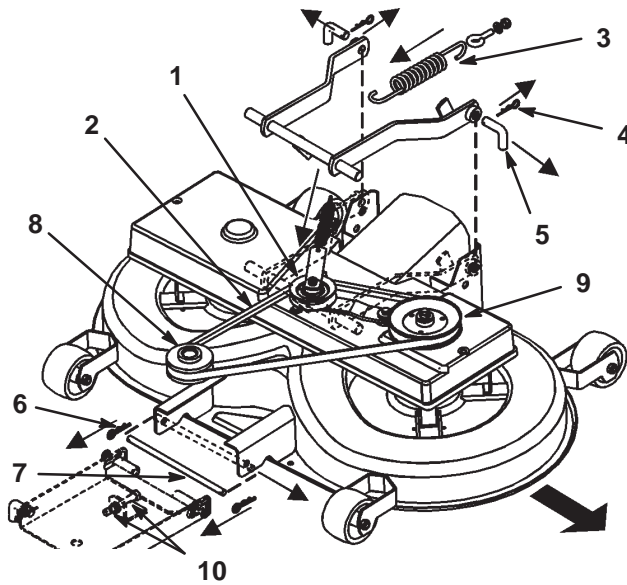

Figure 42
3. Tirez l'ensemble bras de tension vers l'intérieur et ôtez la courroie trapézoïdale de la poulie (Fig. 42).
4. Décrochez le ressort du levier d'engagement (Fig. 42).
6. Otez les goupilles fendues des deux goupilles arrière et déposez ces dernières (Fig. 42). Vous aurez peut-être besoin d'une pince pour enlever la deuxième goupille.
7. Otez la goupille fendue de la goupille avant et déposez cette dernière (Fig. 42).
8. Enlevez la courroie trapézoïdale de la poulie du moteur (Fig. 42).
2. Enlevez l'ensemble poulie à courroie trapézoïdale et bras de tension (Fig. 42).
2. Placez la goupille inférieure de la suspension de réglage avant dans la position inférieure des fentes, en réglant les 2 écrous (M12) sur la suspension avant (Fig. 42).